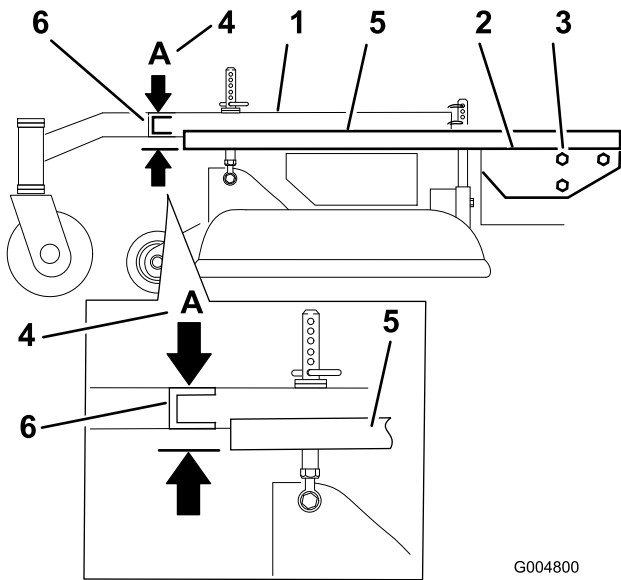

Figura 67
3. Coloque una regla larga en la parte superior de la carcasa del motor según se ilustra en la Figura 67.
4. En la ranura transversal del bastidor de tiro, mida la altura en la posición A (Figura 67). Esta medida debe ser de 33 mm (1-5/16 pulgadas), más/menos 6 mm (1/4 pulgada).
6. Afloje los pernos de montaje del bastidor de tiro en los dos lados de la máquina (Figura 67).
7. Alinee el bastidor de tiro y la carcasa del motor para que tengan una altura de 33 mm (1-5/16 pulgada), más/menos 6 mm (1/4 pulgada) en la posición A (Figura 67).